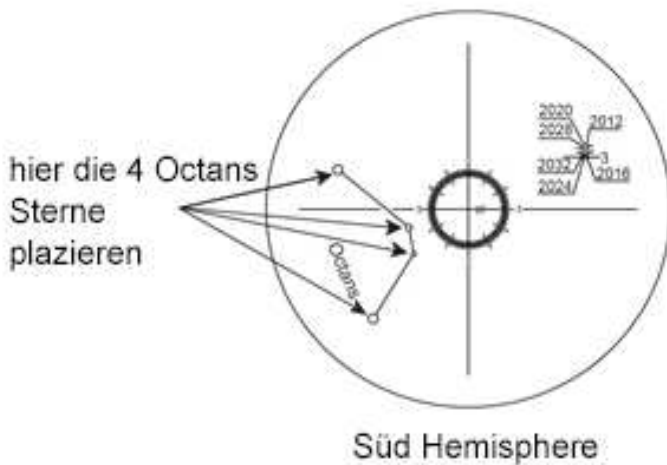

Abb. 3.2a
Sobald die Montierung eingeschaltet ist und der Polsucher leuchtet, sollte das Muster in der obigen Abbildung (Abb. 3.2a) im Sichtfeld des Polsuchers sichtbar sein. Wenn das Bild verschwommen erscheint, drehen Sie den Rändelring des Okulars des Polsuchers zum Fokussieren.
2. Zur Beobachtung in der südlichen Hemisphäre: Im FOV des Polsuchers die 4 schwache Sterne (Around Magnitude 5 bis 6) lokalisieren, die das Muster wie die "Octans" -Zeichnung im polaren Bereich bilden (siehe Abb. 3.2a). Lösen Sie die R.A. Kupplung und drehen Sie den R.A. Achse, um die Ausrichtung der Zeichnung "Octans" auf die 4 Sterne auszurichten. Verwenden Sie dann die Höheneinstellschrauben und die Azimuteinstellungsknöpfe, um die 4 Sterne zu den 4 kleinen Kreisen der "Octans" -Zeichnung zu bewegen.
Da Polaris nicht genau am nördlichen Himmelpol liegt, muss das berücksichtigt werden. Der große Kreis in der Mitte des Musters in Abb. 3.2a ist eine Darstellung der Umlaufbahn der Polaris um den Nordhimmelpol. Bei der Polarausrichtung ist es notwendig, die Ausrichtung des Polarsterns auf dem Kreis vorzunehmen. Wir können die folgenden zwei Methoden verwenden, um die Orientierung zu erhalten:
2. Am Ende der Initialisierung der SynScan-Handsteuerung zeigt die SynScan-Handsteuerung nach Eingabe der richtigen lokalen Längen-, Breiten-, Datums-, Zeit- und Sommerzeit die folgende Meldung an: "Polaris Position in P.Scope = HH: MM ". Stellen Sie sich den größeren Kreis in Abb. 3.2a als Zifferblatt mit 12 Uhr oben vor, wobei die aktuelle Zeit auf "HH: MM" zeigt. Die Orientierung des Stundenzeigers der Uhr stellt die Ausrichtung der Polaris im polaren Bereich dar. Setzen Sie den Polaris auf dem großen Kreis in die gleiche Richtung. Die Polaris-Position ändert sich auch im Laufe der Zeit. Das Fadenkreuz in Abb. 3.2a zeigt 3 Kreise, um die Umlaufbahn der Polaris im Jahr 2012, 2020 und 2028 darzustellen. Es gibt auch Sub-Zifferblätter für 0, 3, 6 und 9 Uhr für das Jahr 2016, 2024 und 2032. Eine Gravur, die mit den obigen Jahren beschriftet ist, wird auch auf der rechten Seite des FOV für Notizzwecke angezeigt. Bei der Polarausrichtung in der nördlichen Hemisphäre sollte der Benutzer Polaris auf den richtigen Kreis setzen, der dem aktuellen Jahr entspricht, um eine bessere Ausrichtungspräzision zu erreichen.